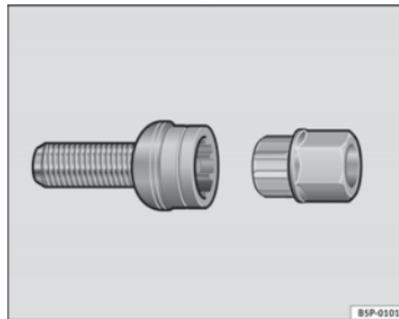

Fig. 183 Viti antifurto ▶
- Innestare l'adattatore nella vite antifurto, spingendolo fino in fondo ⇒ pag. 262, fig. 183.